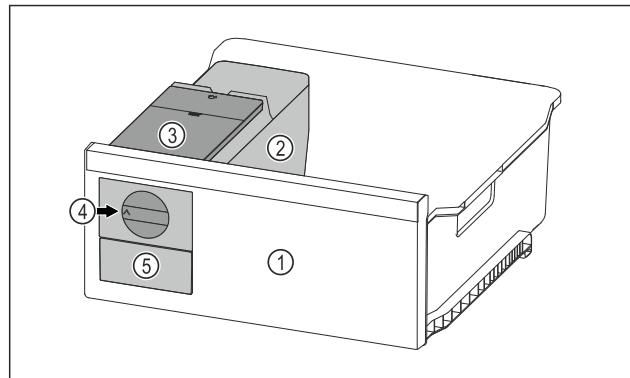

Fig. 99 Ilustrační zobrazení
- ▶ Otočte otočný knoflík Fig. 99 (4) ve směru hodinových ručiček až na doraz.
- ▷ Kostky ledu padají z misky na kostky ledu do zásuvky na kostky ledu Fig. 99 (5). Pokud se ze misky na kostky ledu neuvolní všechny kostky ledu: